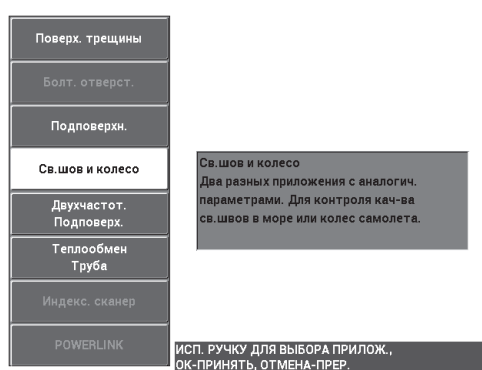

Рис. 5-31 Приложение Сварной шов и колесо
2. Нажмите клавишу меню ADV SETUP (), затем выберите **ВЫБОР ПРИЛОЖ.** (клавиша A), чтобы открыть меню выбора приложений. С помощью ручки выберите **Св.шов и колесо** и нажмите  для подтверждения (см. Рис. 5-31 на стр. 149).